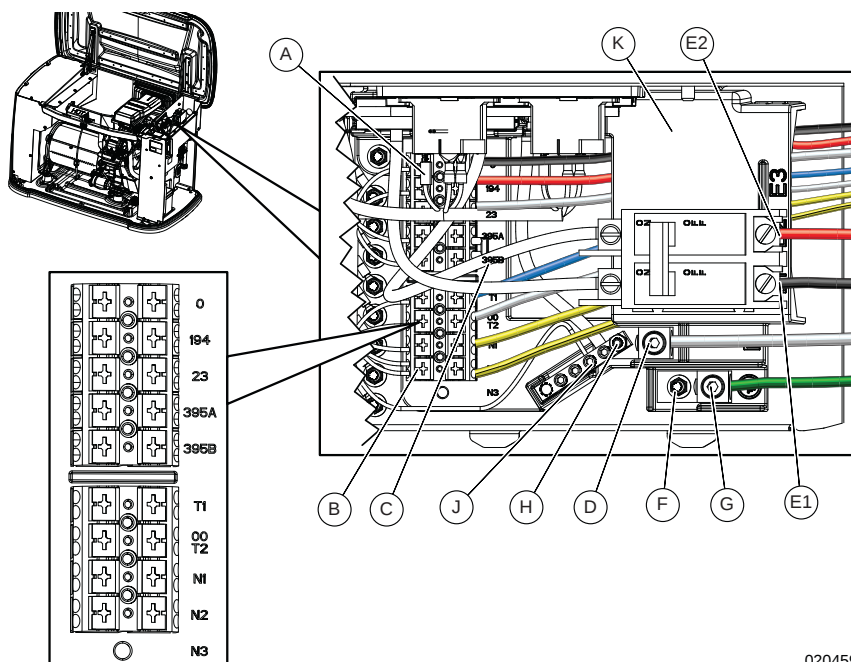

Figure 6-1. Raccordements électriques
Voir Figure 6-1. Le boîtier de câblage électrique se trouve derrière un panneau d'accès sur le côté admission de l'appareil. Démontez le panneau du côté admission comme indiqué sous Dépose du panneau latéral d'admission, puis retirez le panneau d'accès. Raccordez les fils conformément au schéma et aux tables ci-dessous.
1. Voir Figure 6-1. Dénuder les extrémités des fils. Ne pas enlever trop d'isolant. Acheminer les fils de détection sous le bloc de connexion client (K) et les connecter au bornier des fils de détection (B). Appuyer sur la borne à ressort à l'aide d'un tournevis à tête plate, enfiler le fil et relâcher.
2. En utilisant le même processus, acheminer les fils de commande sous le bloc de connexion client et les connecter au bornier des fils de commande (A).
Voir Figure 6-1. Pour installer un interrupteur d'arrêt à distance de la génératrice, le cavalier du bornier (C) situé entre les bornes 395A et 395B doit être retiré, et les fils de commande de l'interrupteur d'arrêt doivent être connectés à ces mêmes bornes.
2. Voir Figure 6-1. Desserrer les cosses de neutre (D), de mise à la terre (G) et des phases d'alimentation (secteur) (E1, E2).
Voir Figure 6-1. Raccorder un cavalier de mise à la masse de section adaptée conformément à la Table 250.102 (C) (1) du NEC entre la barre de neutre (J) et la borne de mise à la terre (F). Serrer l'écrou de la borne de mise à la terre à un couple de 3,95 Nm (35 po-lb). Cela est nécessaire si la génératrice est installée en tant que circuit de dérivation séparé. La génératrice devra aussi être raccordée à un système d'électrode de mise à la terre conformément au NEC article 250.64. Ce n'est pas exigé si la génératrice est une source de secours dans un circuit alimenté par le réseau électrique avec commutateur de transfert bipolaire. L'installation doit être effectuée en conformité avec les articles 250.30 et 250.35(A) du NEC si la génératrice doit être installée en tant que circuit de dérivation séparé.